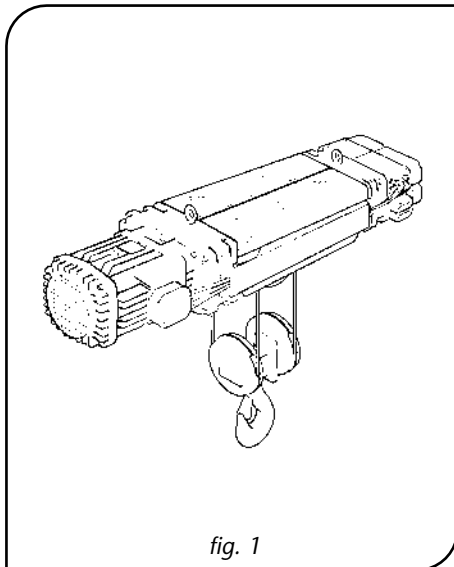

fig. 1
- **Exécution à poste fixe:** (figure 1)